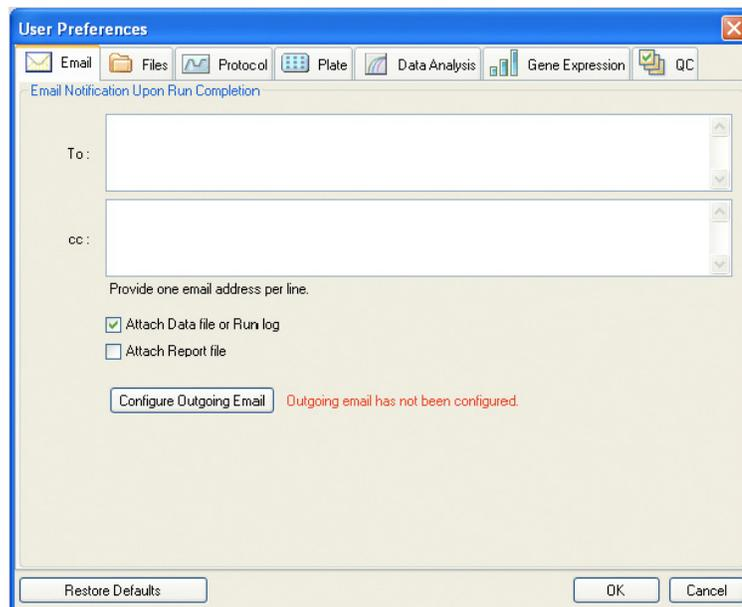

Figura 75. Janela User Preferences (Preferências do utilizador) com separadores.
- Clique num dos separadores (Figura 75) para ver ou alterar as preferências
Selecione o separador **Email** (Figura 75) para introduzir os endereços de e-mail para os quais pretende que seja enviada a confirmação da conclusão do ciclo. O software pode enviar um ficheiro de dados ou um ficheiro de relatório anexados ao e-mail quando as caixas de selecção junto a estas opções estiverem seleccionadas.